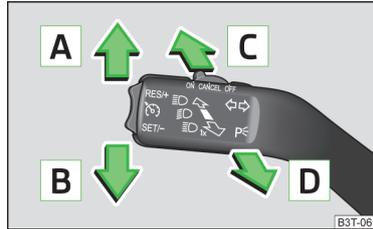

Abb. 49
- Den Blinker- und Fernlichthebel (» *Abb. 49 auf Seite 70*) zum Lenkrad ziehen, nach unten schieben und in dieser Stellung halten.
**Bedienungshebelstellungen** » *Abb. 49*